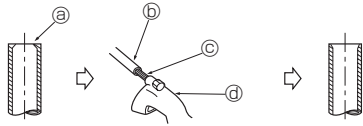

Fig. 5-4
5.2.2. Odstranjevanje zarobkov (Fig. 5-4)